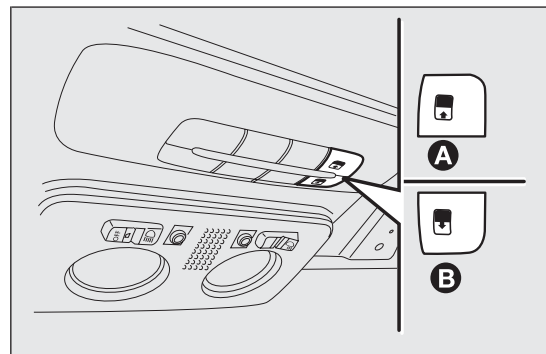

fig. 80
Per chiuderle seguire il procedimento inverso. Il funzionamento del tetto apribile avviene solo con chiave di avviamento in posizione MAR. I comandi A e B fig. 80 posti su plancia dedicata vicino alla plafoniera anteriore comandano le funzioni di apertura/chiusura tetto apribile.
Premere il pulsante B fig. 80 e mantenerlo premuto, il pannello vetro anteriore si porterà in posizione “spoiler”; premere nuovamente il pulsante B e, agendo sul comando per più di mezzo secondo, si innesca il movimento del cristallo del tetto che prosegue automaticamente fino ad una posizione intermedia (posizione “Comfort”).
Dalla posizione di apertura completa, premere il pulsante A fig. 80 e, se si agisce sul pulsante per più di mezzo secondo, il cristallo anteriore del tetto si porterà automaticamente in posizione intermedia (posizione "Comfort").
- ☐ premere il pulsante A fig. 80 fino alla completa chiusura del tetto. Rilasciare il pulsante;